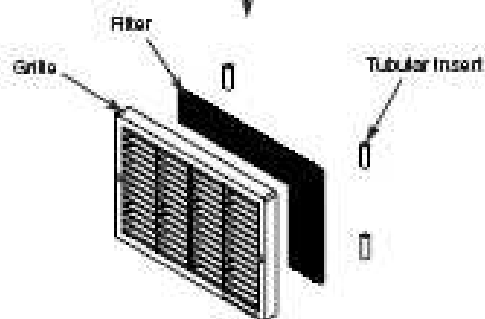

Fig. 13
4. Nyomjuk ki a 4 rögzítő csapot a rács elejéből és távolítsuk el a rácsról a szűrőt. Fig.13.